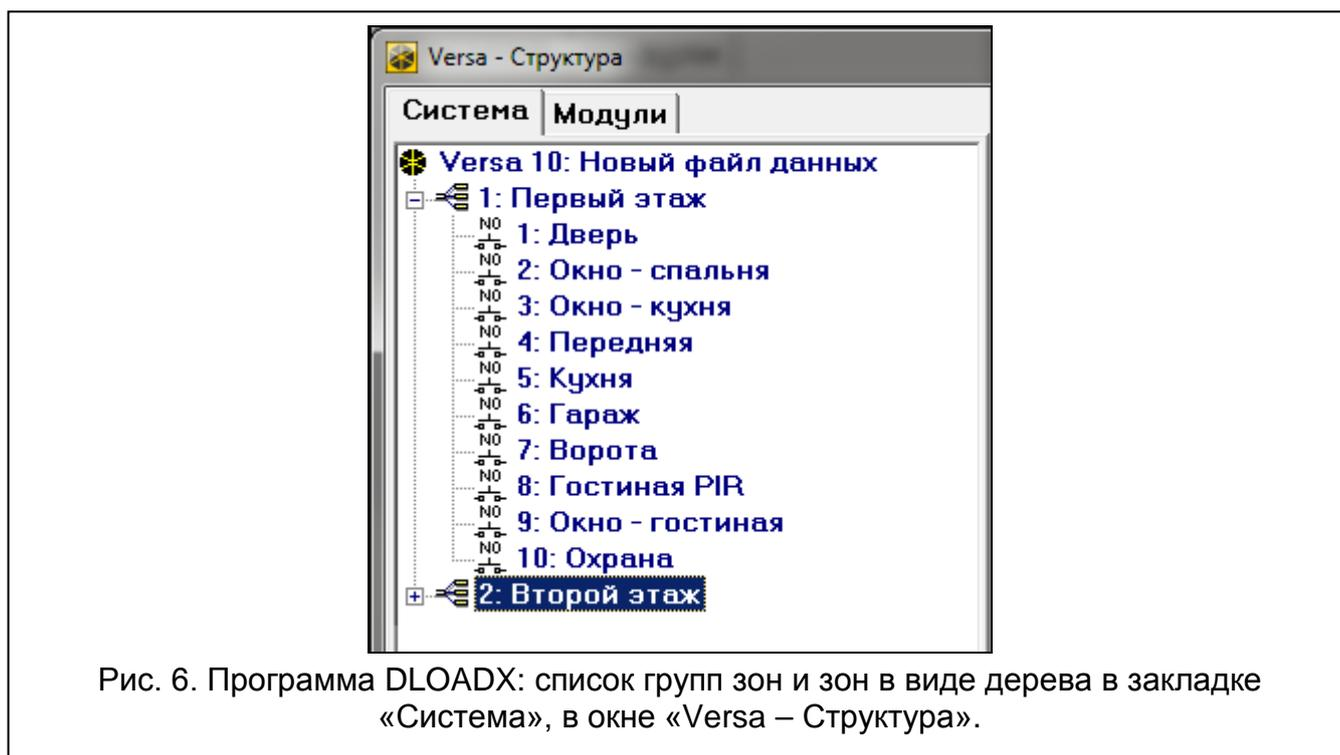

Рис. 6. Программа DLOADX: список групп зон и зон в виде дерева в закладке «Система», в окне «Versa – Структура».
- программы DLOADX: окно «Versa – Структура» → закладка «Система». Разделы и зоны отображаются в виде дерева с левой стороны окна (рис. 6). Кликните по разделу для настройки.
- окно «Versa – Структура» →закладка «Система». Разделы (группы зон) и зоны отображаются в виде дерева с левой стороны окна (рис. 6). Кликните по зоне, параметры и опции которой должны настраиваться.